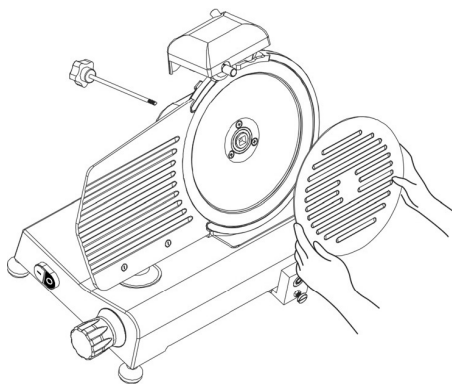

Рис. 4 – Снятие защиты ножа
- Снимите крышку оси, открыв штифт на задней стороне устройства (смотри Рис. 4).